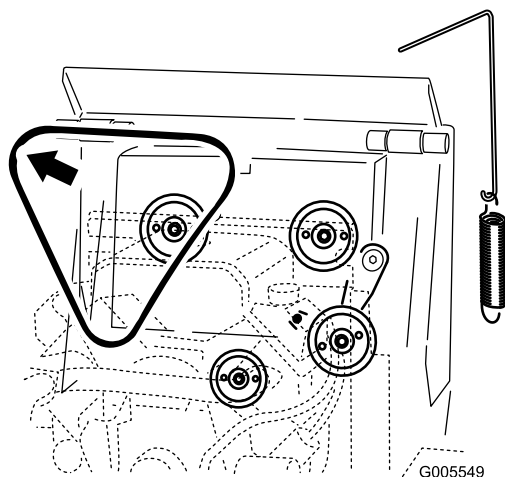

Figure 47
5. Enlevez la courroie des trois poulies (Figure 47).